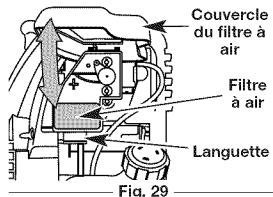

Fig. 29
1. Ouvrez la couverture du filtre à air. Poussez la languette sur le dessous vers l'intérieur. Tirez ensuite la couverture du filtre à air vers le haut et vers l'extérieur. (Fig. 29).
7. Réinstallez la couverture du filtre à air. Placez les fentes au dessus de la couverture du filtre à air sur les languettes au dessus de la plaque arrière (Fig. 29).
8. Faites pivoter la couverture vers le bas jusqu'à ce que la languette sur la plaque arrière du filtre à air se verrouille en place dans la fente sur la couverture du filtre à air (Fig. 29).